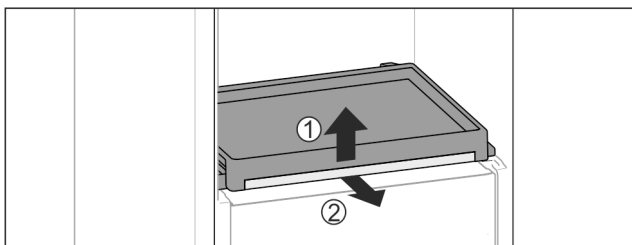

Fig. 77
- ▶ Odstranite izvlečno polico s stekleno ploščo: Stekleno ploščo spredaj rahlo dvignite Fig. 77 (1) in jo izvlecite naprej Fig. 77 (2).